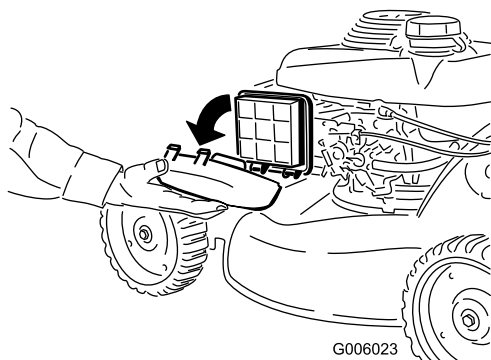

Figura 10
- B. Rimuovete il coperchio del filtro dell'aria per vedere più facilmente l'acceleratore sul motore (Figura 10).